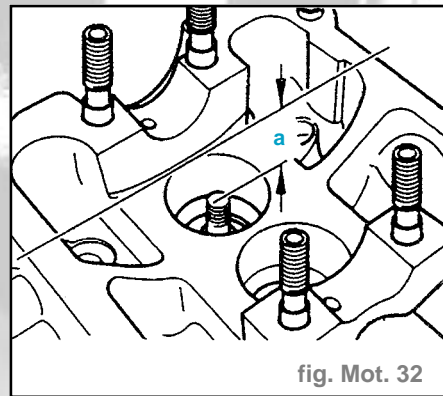

fig. Mot. 32
- Mesurer l'écart entre la queue de soupape et le bord supérieur de la culasse : cote "a" (fig. Mot. 32).